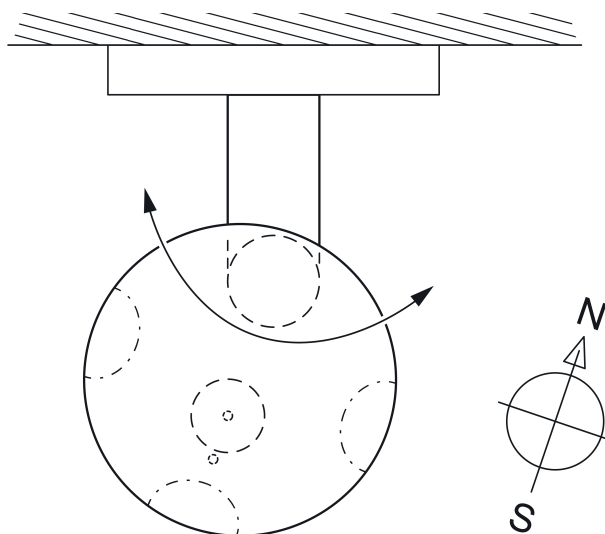

Figure 6: Orientation de la station météorologique
- Orienter la tête de capteur en fonction des points cardinaux ou de l'orientation de la façade (selon la situation précise de l'emplacement de montage) (figure 6).